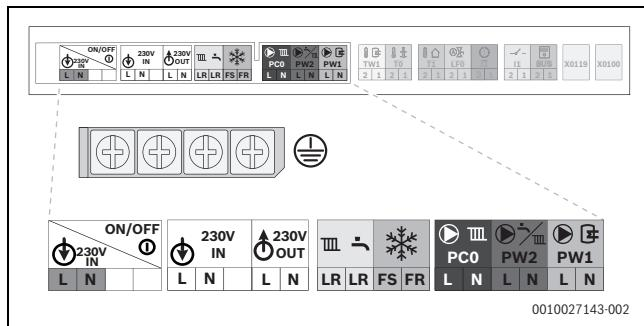
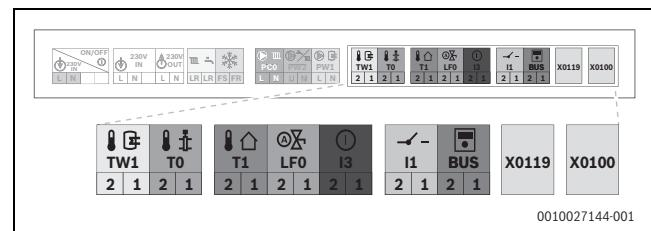

Bild 98 Netzspannungsbereich: Klemmleiste
Bild 99 Niederspannungsbereich: Klemmleiste
- Kabel an der Klemmleiste für externes Zubehör (→ Bild 98 und Bild 99) anschließen.